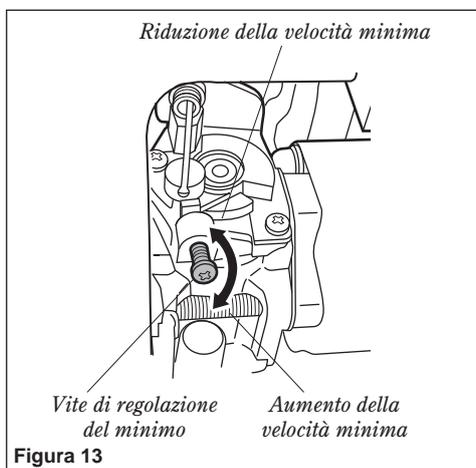

Figura 13
2. Se è disponibile un tachimetro, la velocità minima del motore deve essere regolata su 2.000 (± 200) giri/min. Vedere la figura 13.